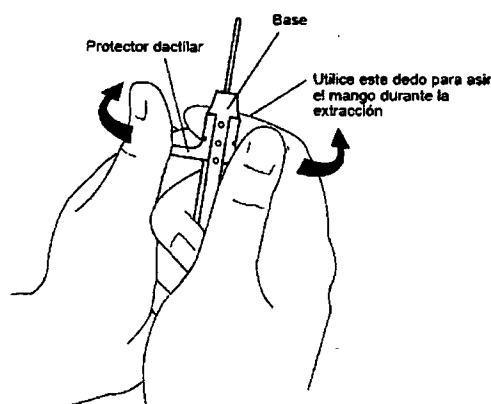

Figura 14. Retirada del mango usado del dispensador del anclaje.
2. Para liberar el mango usado del dispensador del anclaje (Figura 14):